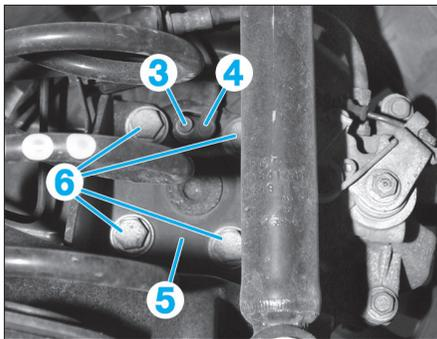

Fig. 31
- la vis de fixation (3) (Fig.31),
- le capteur ABS (4),
- les vis de fixation (6),
- la fusée (5).